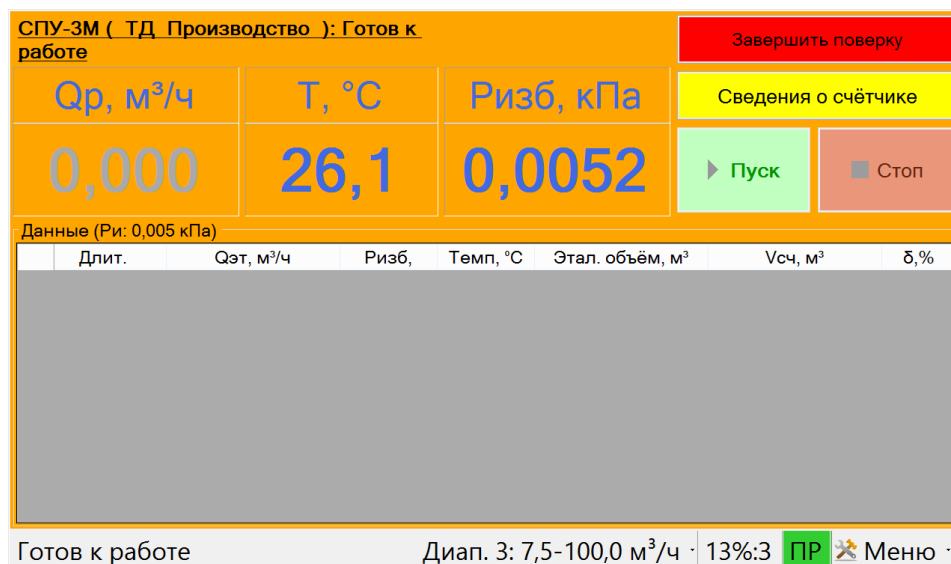

Рисунок 19
- В экранной форме поверки (рисунок 19) отображаются: